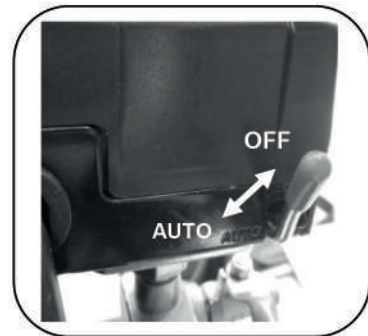

Рис. 8
Убедитесь, что рычаг на реле давления находится в положении выключено «О» (OFF). (рис. 8)
1. Переведите рычаг на реле давления в положение «АВТО» (ВКЛ). (рис.8)
Для выключения компрессора нажмите на кнопку  на панели управления (рис. 6). Переведите рычаг на реле давления в положение «OFF» (рис. 8). После завершения работы с компрессором отключите его от электросети и стравите воздух из ресивера.